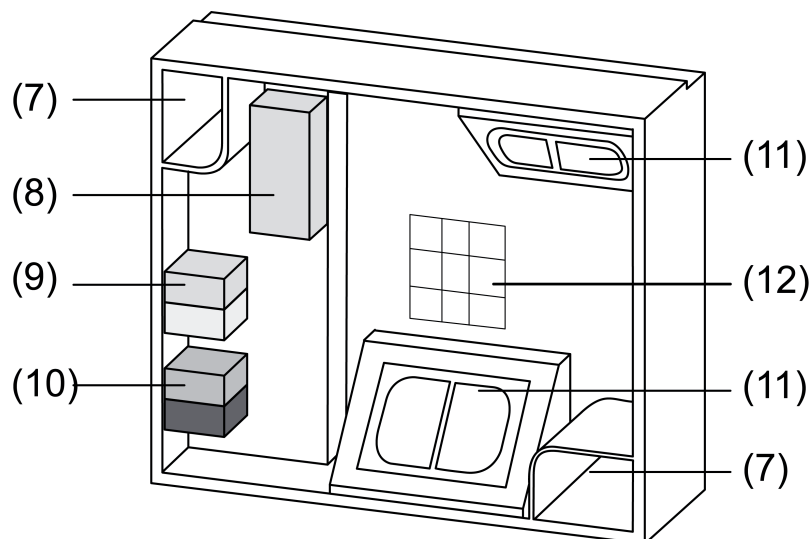

Рисунок 5: Коробка выводов открыта.
- Записать физический адрес на наклейках в коробке выводов (12) в крышке коробки выводов (рисунок 5).